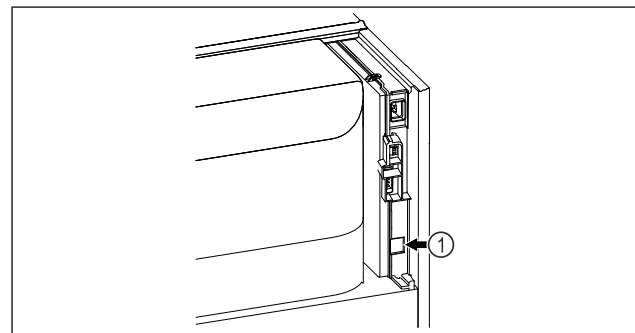

Fig. 95
- SmartModule Fig. 95 (1) встановлено.